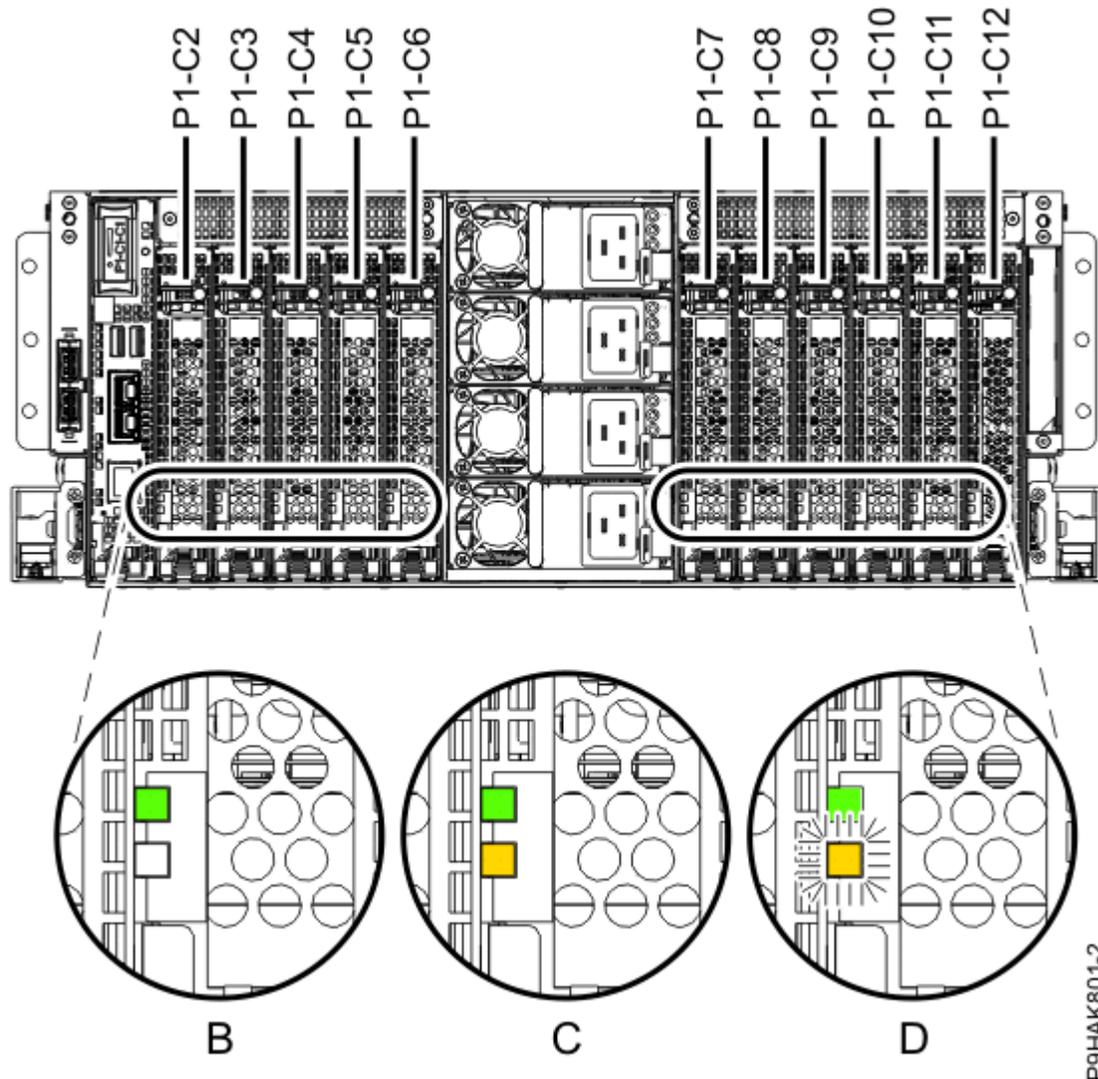

Figura 26. Ubicación de las ranuras del adaptador y de los LED en un sistema 9040-MR9
2. Revise las ubicaciones de las ranuras del adaptador y los indicadores de servicio para el adaptador al que desea dar servicio. Los adaptadores se instalan en la parte posterior del sistema. La Figura 26 en la página 40 muestra las ubicaciones de los adaptadores en un sistema 9040-MR9 y las ubicaciones de los diodos emisores de luz (LED) para el adaptador.